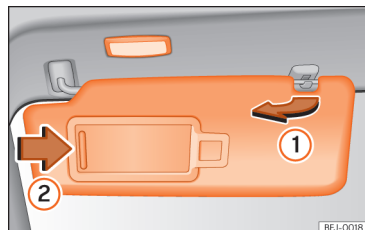

Abb. 111 Sonnenblende.
- Die Sonnenblende kann aus der Befestigung entnommen und zur Tür gedreht werden »» (Abb. 111) ①.